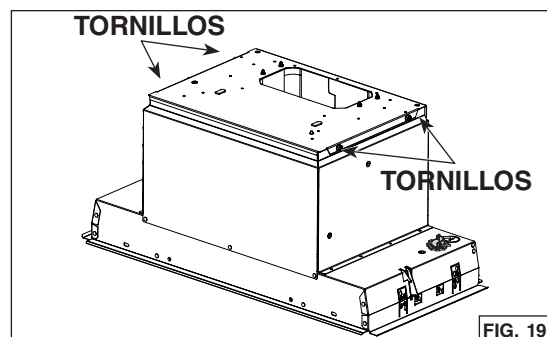

FIG. 19
6. Quite los 4 tornillos (dos por lado) manteniendo esta placa a la parte superior del aparato (FIG. 19). Levante cuidadosamente el ventilador y la placa de soporte y póngalos a un lado. El ventilador luego se reinstalará en el aparato.